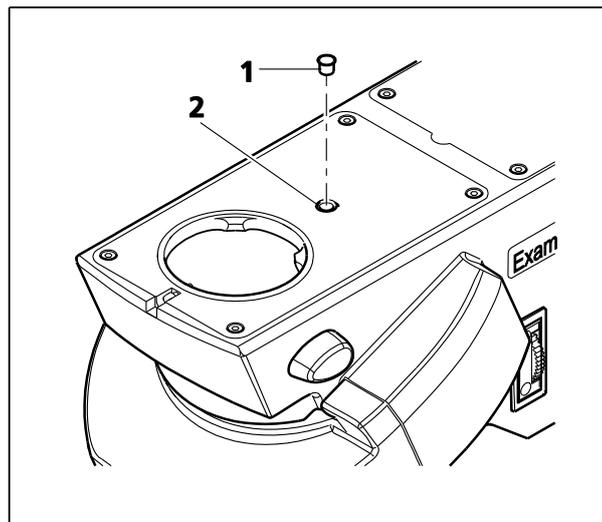

图 3-46 设置锁定阻力
- 从显微镜上部拔出密封塞（图 3-46/1）。
- 使用球头螺丝刀转动调节螺钉（图 3-46/2），直到设置好所需的锁定阻力。
- 重新塞入密封塞（图 3-46/1）。